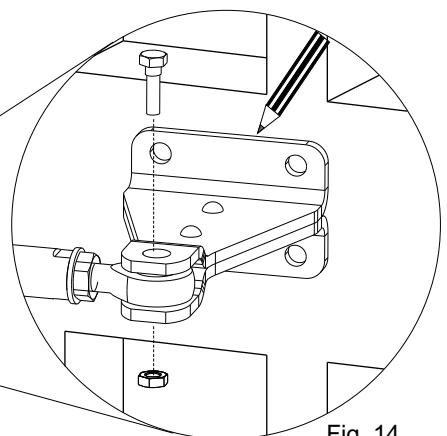

Fig. 14
- 3) Fixer l'étrier sur la fixation antérieure (Fig.14).